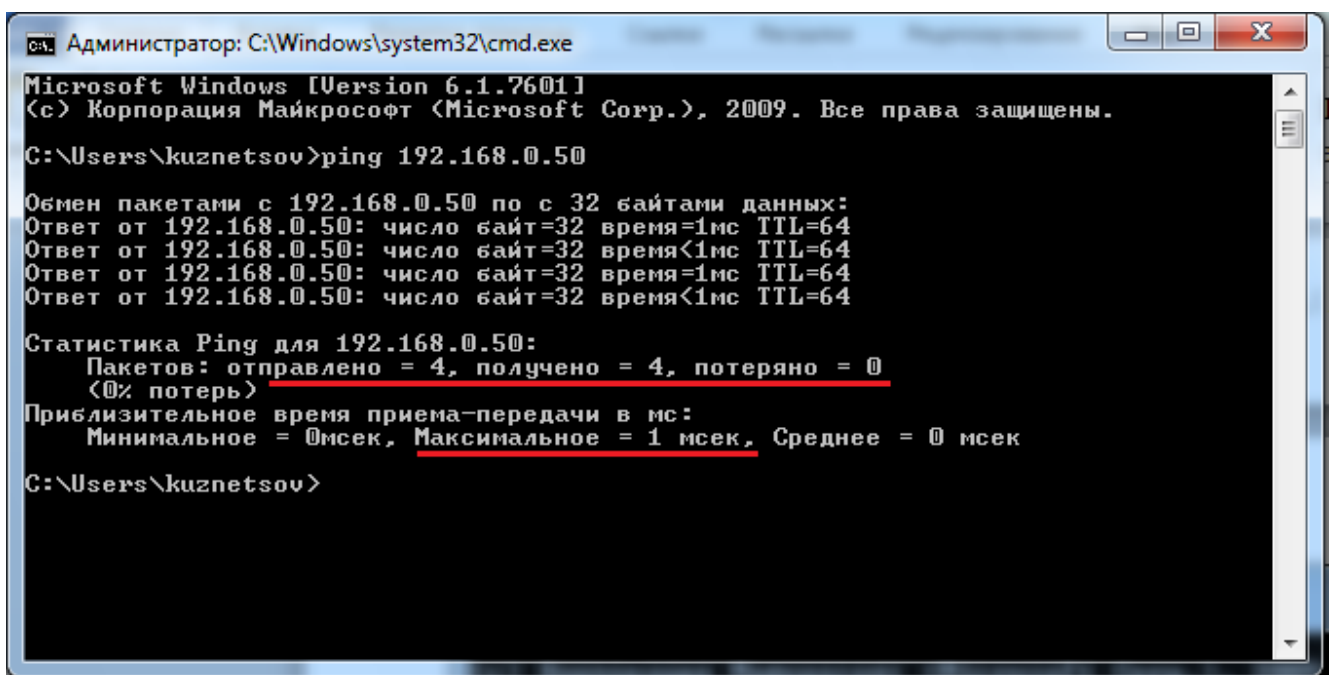

Рисунок 37. Окно «Администратор». Статистика обмена пакетами.
- нажимаем «Enter» и получаем информацию по наличию и качеству связи, см. Рисунок 37: